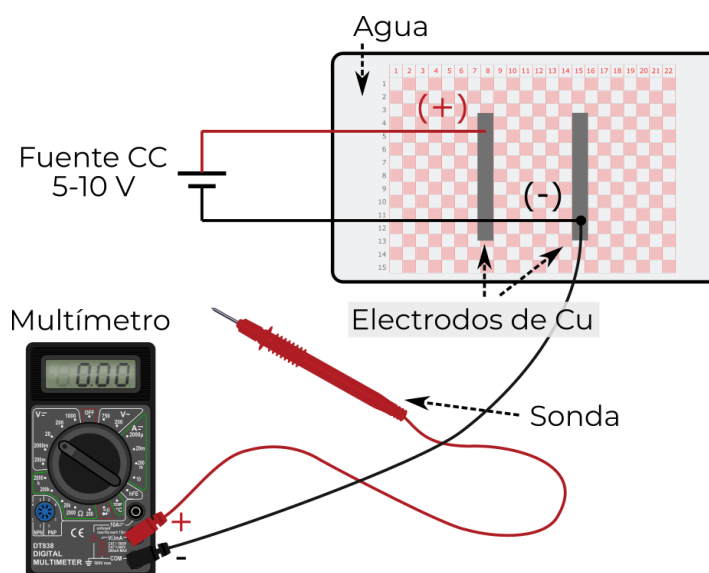

Figura 2. Circuito compuesto por los electrodos, fuente de corriente continua y multímetro.
- Conectar los electrodos a la fuente de tensión de corriente continua y al multímetro según el circuito que se esquematiza en la Figura 2.